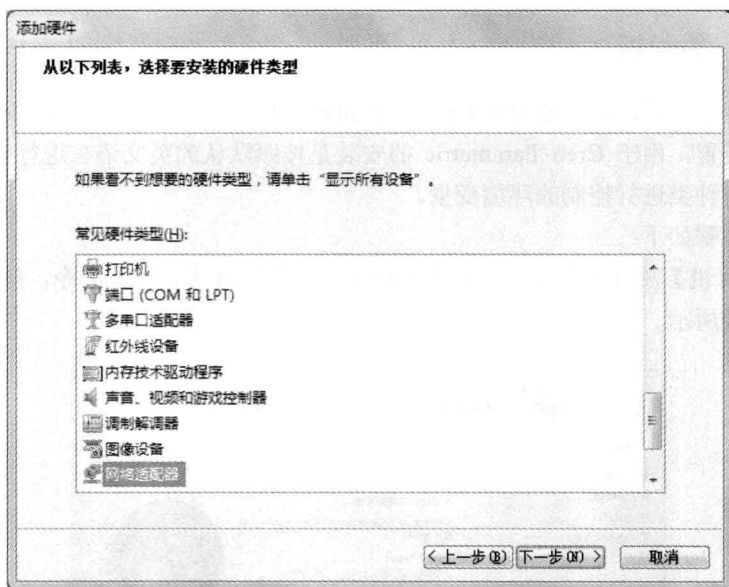

图 1.6 添加/删除硬件向导 4
Step 5 选中【安装我手动从列表选择的硬件】单选按钮，再单击【下一步】按钮，系统弹出如图 1.6 所示界面，该界面要求用户选择所需要安装的硬件。